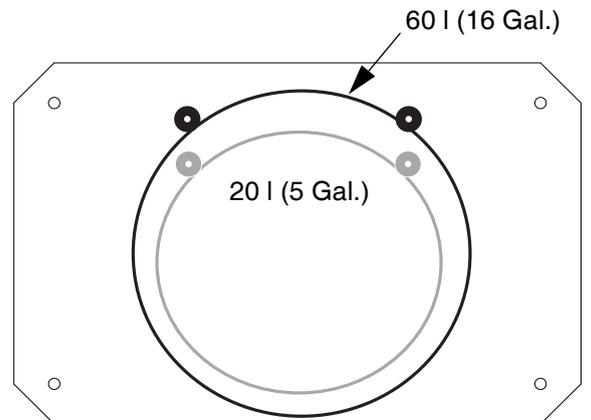

ABB. 12: Ram-Boden
1. Befestigungslöcher an richtiger Position im Boden der Ram-Baugruppe anbringen. Siehe ABB. 12.